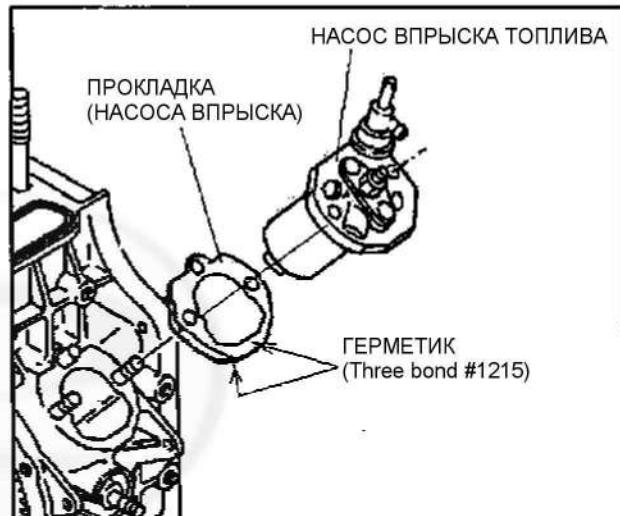

Рис. 55
(2) Нанести герметик (THREE BOND #1215) на обе стороны прокладки насоса впрыска. (См. Рис. 55.)